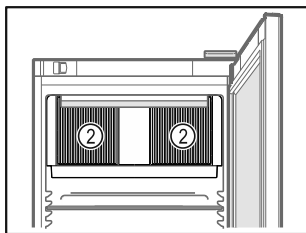

Fig. 62
- Oslobodite ventilacijske proreze Fig. 62 (2) za ventilator optočinog zraka u unutrašnjosti.